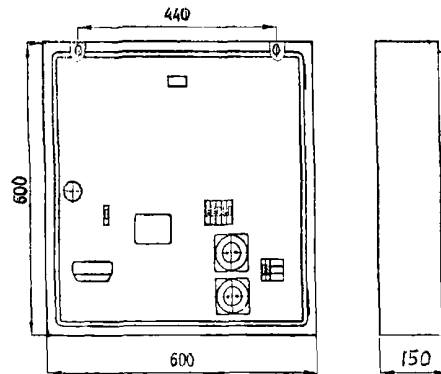

Рис.3
6. Ящик для фермерских хозяйств типа ЯФ УХЛ4 (Рис.3) изготавливаемый ОАО "МЭЛ", г.Москва по ТУ 400-28-121-80 предназначены: для приема, распределения и учета электроэнергии напряжением 380/220 В переменного тока частотой 50 Гц и для защиты линий от перегрузок и токов к.з. и применяются как учетно-распределительные устройства для энергоснабжения отдельно стоящих зданий и сооружений различного назначения.